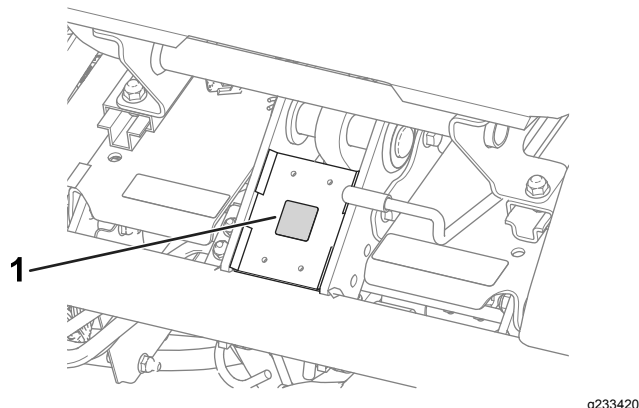

図 11
- CE マークステッカー P/N 93-7252 を、運転席前下のフレーム部分に貼りつける 図 11。